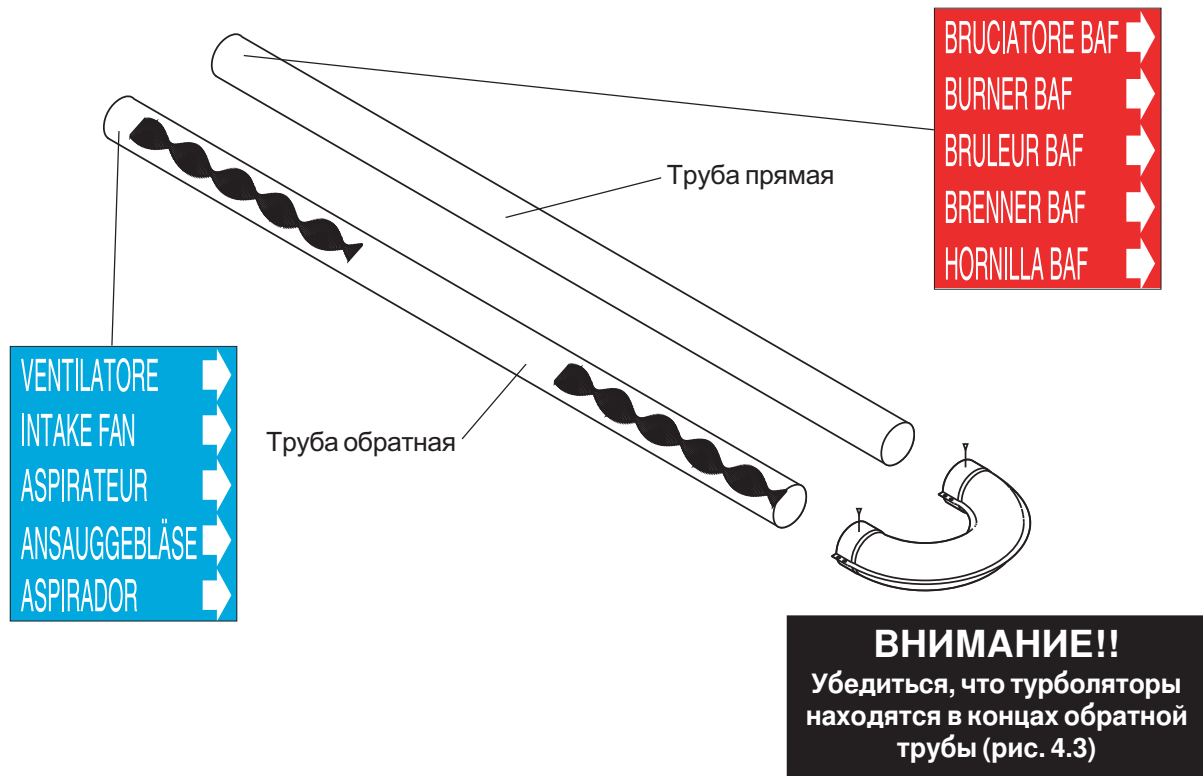

Рис. 4.3
- 1) Для всех моделей: после определения, какая труба прямая, а какая - обратная, надеть отвод и закрепить его винтами, расположенными на отводе. Закрепить окончательно используя по 2 самореза на трубу, как указано на рис. 4.3.